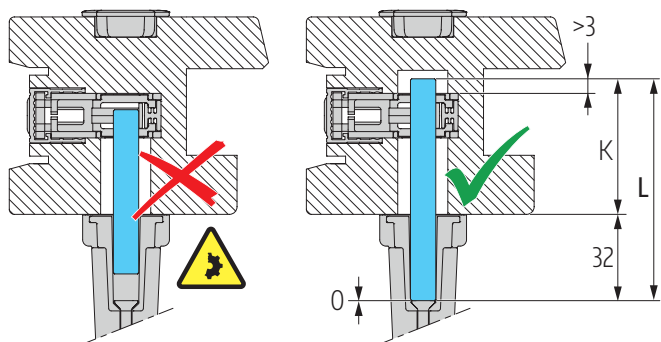
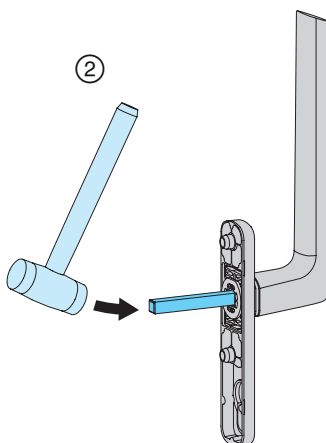
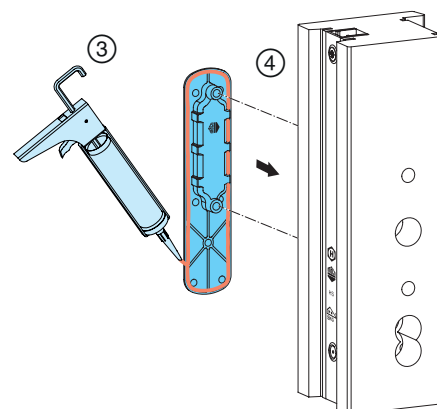

Abb. 24
Abb. 26
Abb. 27
- ② Vierkant mit Schonhammer in Rastbuchse der Griffrosette einschlagen; **Abb. 26**. (**Abb. 24** beachten).
- ③ Muschelgriff mit Silikon umlaufend abdichten und
- ④ in Flügelausfräsung positionieren; **Abb. 27**.